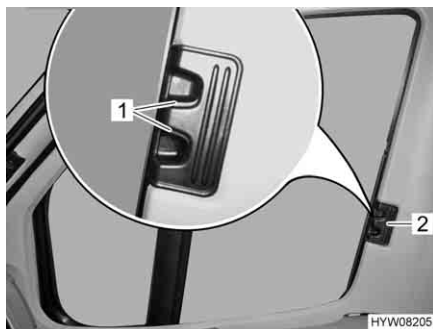

Fig. 5 Bloccaggio delle tendine oscuranti pieghevoli per il finestrino del conducente/passeggero
- Inserire la tendina oscurante pieghevole per la maniglia (Fig. 5,2) fino all'arresto.
- Fare innestare le maniglie di sbloccaggio (Fig. 5,1).